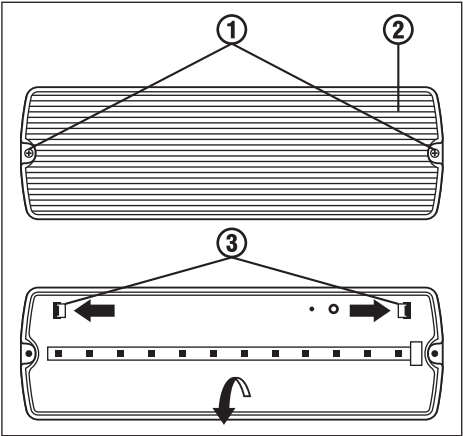
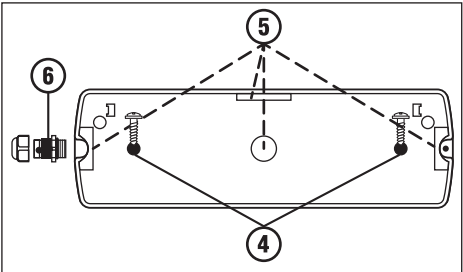
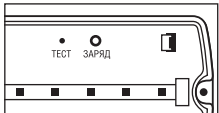

Рисунок 1.
Рисунок 2.
Рисунок 3.
- 2. Произведите разборку светильника, открутив винты ①. Снимите рассеиватель ②, как показано на рис. 1.
- 3. Нажмите на защелки ③ на корпусе светильника в направлениях, указанных на рис. 1. Откройте крышку.
- 4. Наметьте место будущей установки светильника и просверлите 2 отверстия ④ на расстоянии 254 мм.
- 5. Сделайте в основании 2 отверстия на расстоянии 254 мм в местах, обозначенных внутри корпуса светильника. Сделайте отверстие диаметром 16 мм ⑤ в корпусе светильника – под кабельный ввод PG11 ⑥ (входит в комплект), рис. 2.
- 11. Проведите сборку светильника – защелкните крышку, установите рассеиватель, закрутите винты (рис.1, 2). При подаче напряжения на светильник загорится зеленый индикатор наличия сети «Заряд» (рис. 3). Время полной зарядки аккумулятора составляет 24 часа. Проверьте работоспособность светильника в аварийном режиме, он должен быть подключен в сеть электропитания на время не менее 3 минут. Зажмите кнопку «Тест», светильник переключится в режим работы от аккумулятора и продолжит работать, при этом индикатор наличия сети «Заряд» погаснет. Если при нажатии на кнопку «Тест» светильник гаснет, это может свидетельствовать о его неисправности или о низком уровне заряда аккумулятора. Необходимо зарядить аккумуляторную батарею в течение 24 часов, затем снова повторить процедуру тестирования. Эксплуатировать неисправный светильник не рекомендуется.